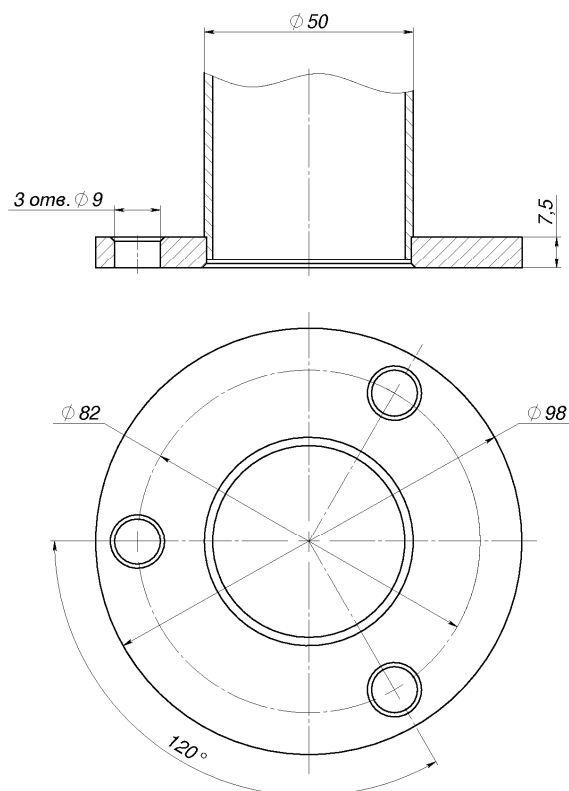

Рисунок 11 – Расположение отверстий под анкерные болты во фланцах стоек
8.2.4 Поставьте первую стойку в необходимом месте на установочную поверхность таким образом, чтобы расположение патрубков соответствовало необходимому расположению поручней. Придерживая стойку, разметьте через отверстия во фланце для анкерных болтов (см. рисунок 11) расположение на установочной поверхности трёх отверстий под анкера. Положите стойку.